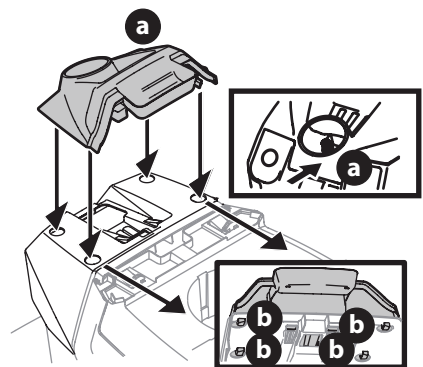

Figure 7
1. Pour installer le couvercle du tableau de bord (a), alignez les pattes (b) du couvercle (a) avec les trous sur la partie supérieure du tableau de bord (Figure 7).
2. Glissez les pattes (b) dans les trous de la partie supérieure et pressez sur le couvercle pour les enclencher (Figure 7).